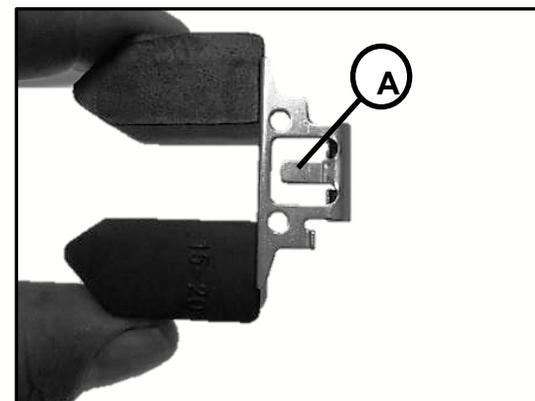

Fig.2.33
- Verifique que el flotador [A] no este roto o rajado, en caso tal, reemplace. Fig.2.33